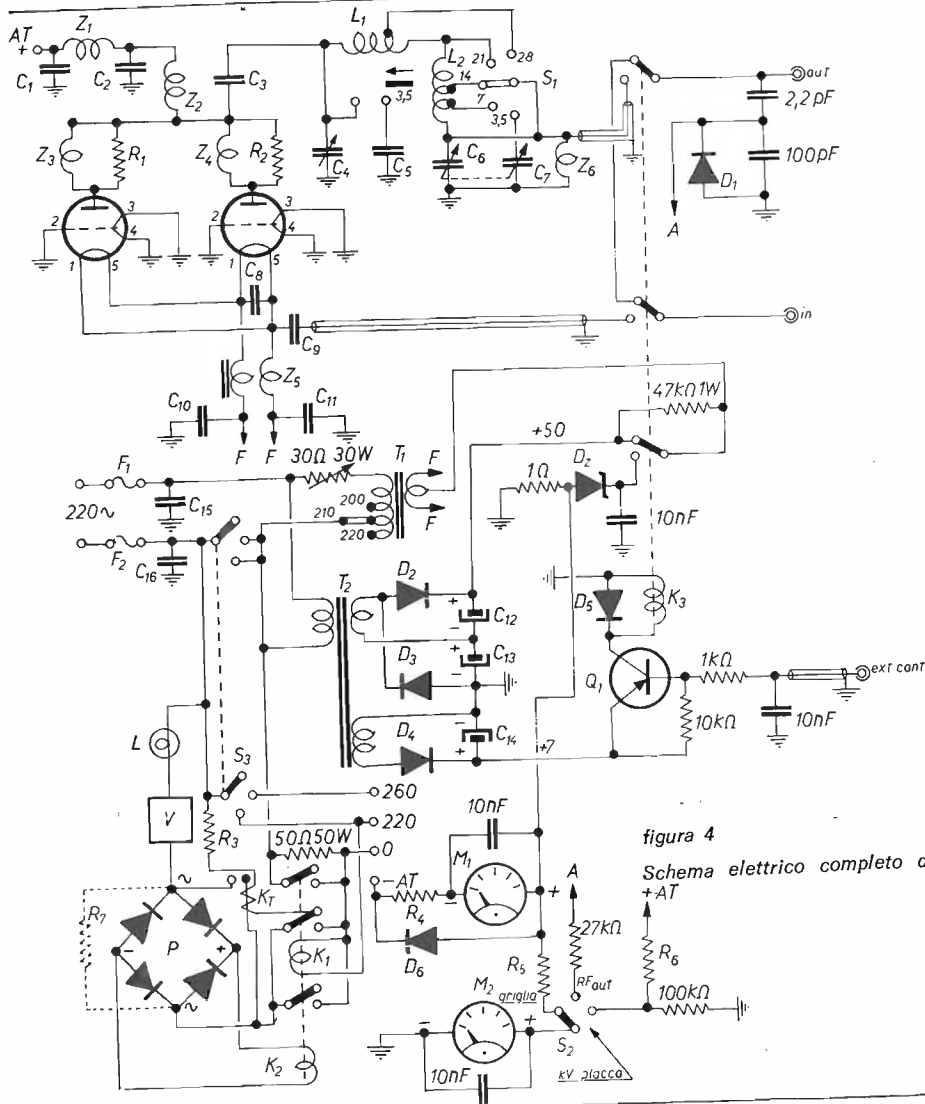
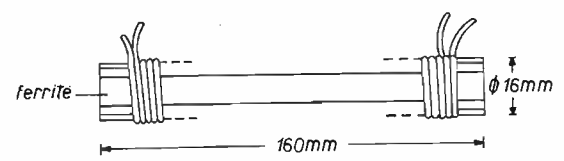

figura 4
figura 5
Come si può osservare dallo schema (figura 4) i tubi sono montati con i tre piedini della griglia (o delle griglie) collegati a massa. La corrente di accensione perviene ai tubi tramite una impedenza bifilare,  $Z_5$ , i cui dati costruttivi sono riportati in figura 5.
- $Z_5$  vedi figura 5